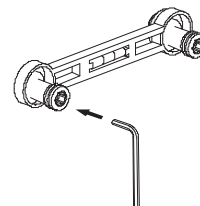

Figura 3
c) Asegúrese de que los 2 conectores curvos se instalan de forma totalmente recta en la pared. La distancia central entre los 2 conectores curvos es de 150±8mm. Utilice el nivel de burbuja ⑫ para asegurarse de que la línea central permanece horizontal (Figura 3).